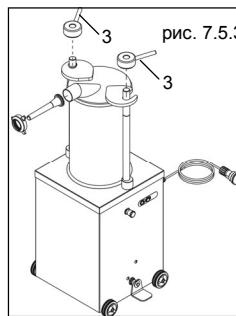

рис. 7.5.3
- закручивайте блокировочные кольца крышки «3» на штоках до плотного прилегания крышки к цилиндру (рис. 7.5.3).